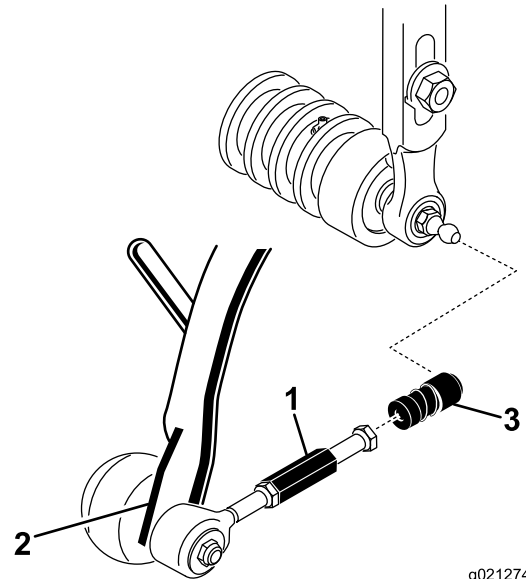

图 7
3. 将各个球窝接头接收器的套管向后滑然后将接收器挂到滚刀组球头螺栓上图 7。